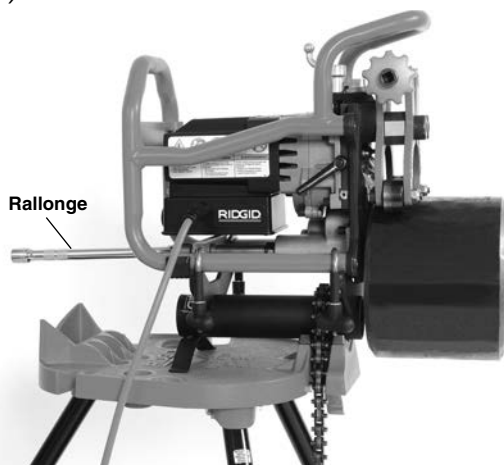

Figure 10 – Tuyau de moins de 12" de long et d'un poids inférieur à 50 livres sur machine fixe
8. Engagez la rallonge 1/2" de 10" fournie dans le carré de la machine à biseauter (*Figure 10*).
9. Lors du biseautage des tuyaux de moins de 12" (30 cm) de long et d'un poids inférieur à 50 livres (22 kg), il n'est pas nécessaire de prévoir de porte-tubes pour soutenir le tuyau tant que la machine à biseauter et l'étau portatif TRISTAND sont stables et bien arimés. Le tuyau est positionné directement sur le galet d'entraînement et retenu par les galets de guidage (*Figure 10*).
Vérifiez la préparation et l'installation de la machine à biseauter, des porte-tubes et du tuyau (se reporter aux Figures 10, 12 et 13).